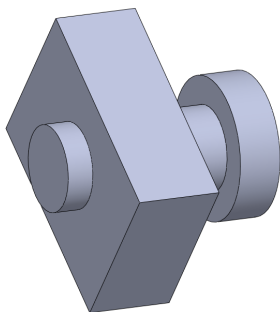

图 10-34 移动零部件效果
(4) 至合适位置后，释放鼠标左键，单击【确定】按钮，即可移动零部件，效果如图 10-34 所示。